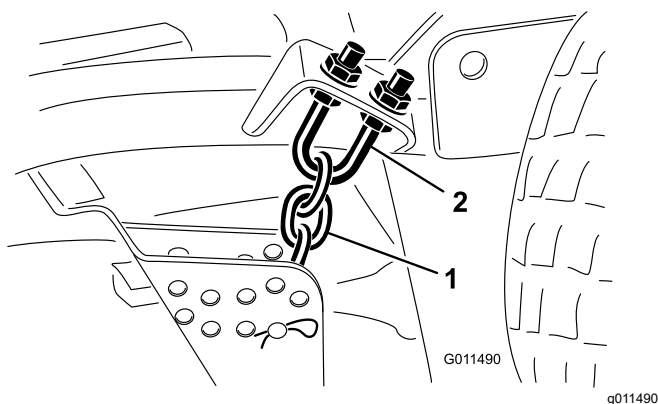

Figura 120
1. Allentate i controdadi sulla parte superiore o inferiore del bullone a U della catena dell'altezza di taglio (Figura 120).